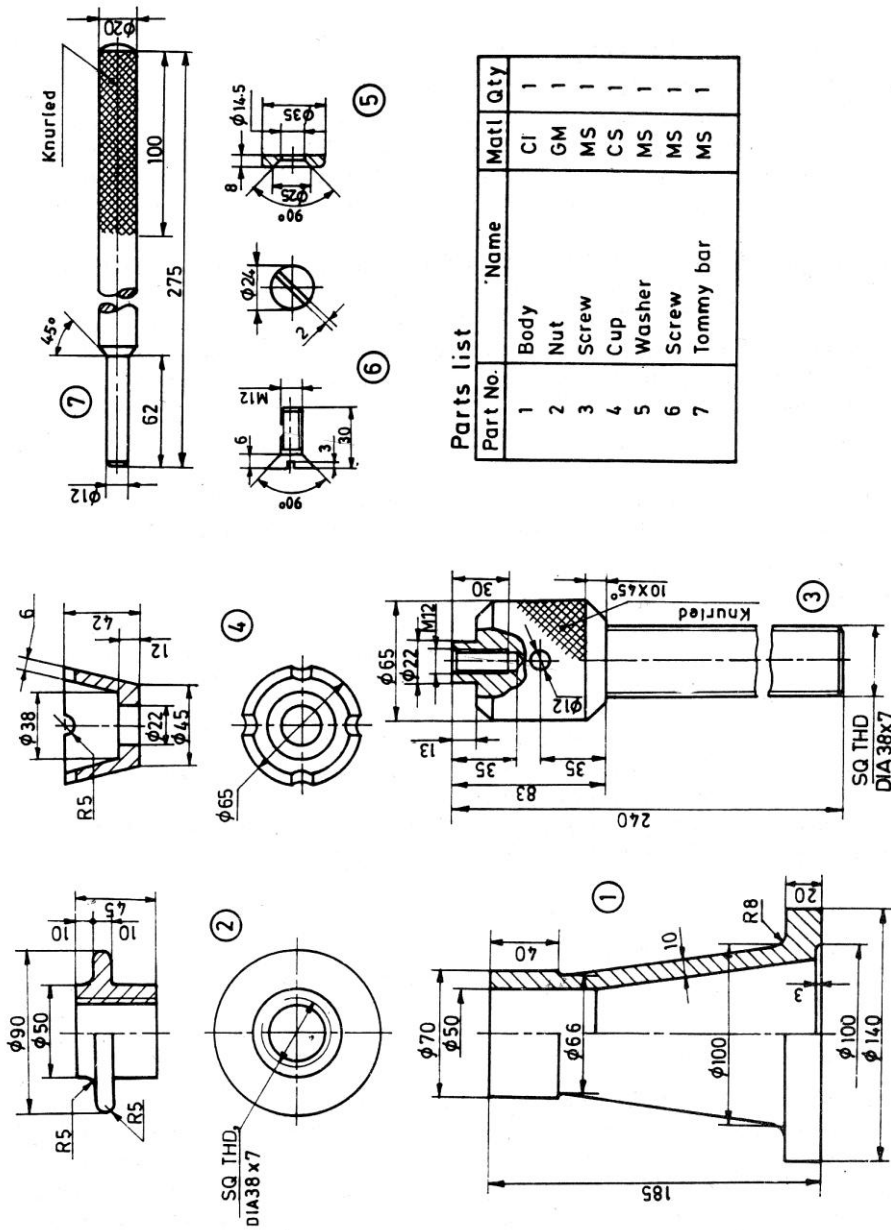

FIGURE T10.1: SCREW JACK
4. 4. *FIGURE T10.1* SHOWS THE DETAIL DRAWING OF A SCREW JACK. ASSEMBLE THE PARTS AND DRAW THE HALF SECTIONAL FRONT VIEW (RIGHT HALF) AND THE TOP VIEW.